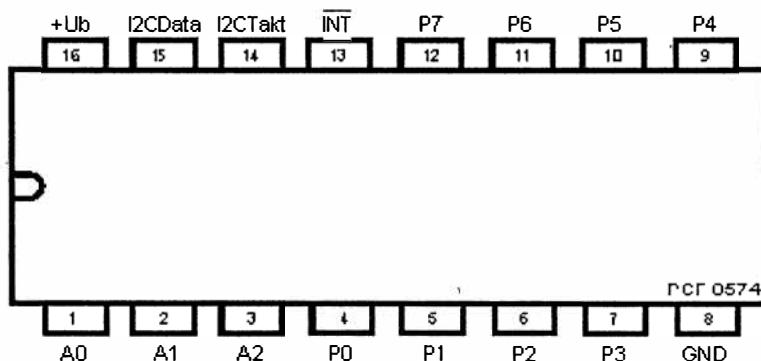
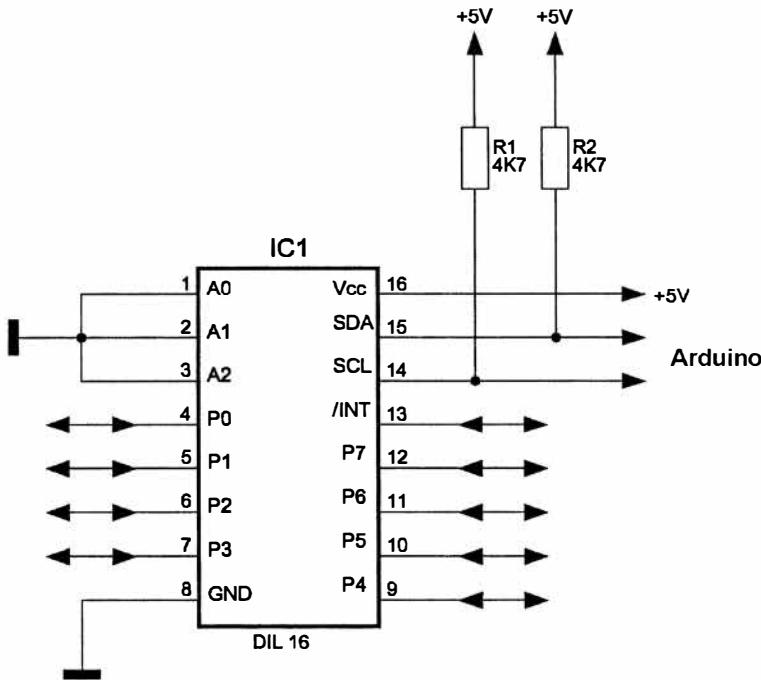

Рис. 13.1. Цоколевка расширителя порта PCF8574
Рис. 13.2. Внешние подключения к PCF8574
Если требуется большее количество портов ввода/вывода, чем плата Arduino может предоставить в распоряжение, то это можно осуществить при помощи модуля расширителя порта I2C. Популярная микросхема I2C-шины — расширителем порта PCF8574 фирмы Philips. Микросхема имеет восемь двунаправленных линий данных (рис. 13.1). При отсутствии сигнала выводы являются высокоомными, так что могут быть входами. Активное состояние всех линий низкоомное. Тем не менее, микросхема не имеет такого регистра направления передачи данных, как у микроконтроллера Arduino. Базовый адрес микросхемы — 0100 0000 (64) или Hex40. Путем адресации входов A0–A2 к шине I2C можно подключать до 8 одинаковых микросхем. Поэтому микросхема PCF8574 позволяет расширять порт до 64 линий. Схема внешних подключений приведена на рис. 13.2. У микросхем других изготовителей могут быть иные базовые адреса. В этом случае потребуется технический паспорт.